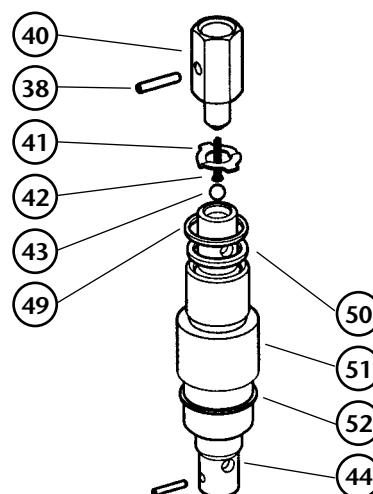

Fig. 13
1. Introduire une tige en acier (Ø recommandé de 4 mm) par l'orifice inférieur de passage de la graisse du piston à haute-pressure (44). Séparer à présent le piston (44) du corps de la soupape d'impulsion (40) (fig.13).
2. Nettoyer la boule (43) ainsi que son siège situé au niveau du piston à haute-pressure (44) et les remplacer si nécessaire.
3. Si le piston à haute-pressure (44) est endommagé, il est préférable dans ce cas de séparer également le cylindre à haute-pressure (51) du tube d'aspiration (47) ainsi que du tube du clapet de pied (53) pour procéder au contrôle de ce dernier. Suivre le processus inverse pour monter à nouveau les pièces en question. **Note:** Le piston ainsi que le cylindre à haute-pressure doivent systématiquement être remplacés en même temps.
1. Eine Stahlstange (mögl. 4mm) in die untere Fettdurchfluss-Öffnung des Hochdruck-kolbens (44) einführen und dann vom Ventilkörper (40) abschrauben (Bild 13).
2. Ventilkugel (43) und Sitz im Hochdruckkolben (44) reinigen. Wenn nötig, die betreffenden Teile ersetzen.
3. Falls der Hochdruckkolben (44) beschädigt ist, empfiehlt es sich, auch den Hochdruck-zylinder(51) vom Saugrohr (47) und vom Rohr des Fussventils (53) zu lösen, um letzteres prüfen zukönnen. Zusammenbau wieder in umgekehrter Reihenfolge.